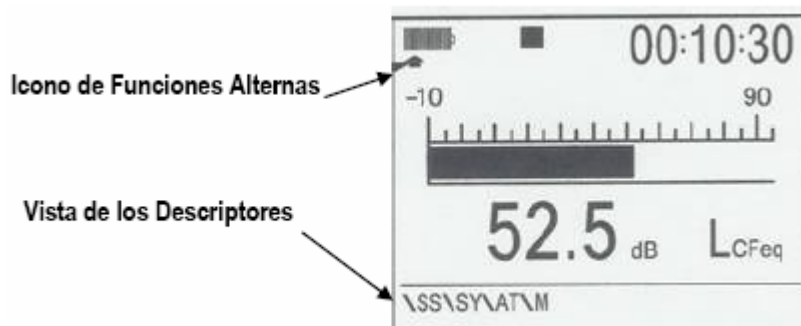
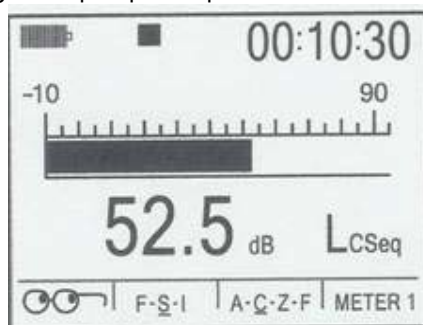

Figura 7-3: Ejemplo de Vista de Descriptores
Figura 7-4: Pantalla de Barra Gráfica Para Banda Ancha
Los programas actuales están subrayados en las etiquetas para los botones en el medio de la pantalla. En la Figura 7-4, por ejemplo, lo establecido en respuesta (Botón F S I) es "S" (lenta) y la ponderación, (el botón A C S F) es 'C'.
- Botón F S I ~ Las opciones de respuesta son: [F] Rápida, [S] Lenta e [I] Impulsivo. En la Figura 7-4, por ejemplo, la respuesta del MEDIDOR 1 es S (lenta)
- Botón A C Z F ~ Las opciones de frecuencia son de acuerdo a su nombre estandarizado para la curva ponderada. En la Figura 7-4, el Medidor 1 está en Ponderación 'C'.
La Figura 7-3 muestra los Descriptores de Vista y el icono de Funciones Alternas para la misma barra de banda ancha que se muestra en la Figura 7-4.
La Figura 7-4 muestra la barra gráfica que aparece para análisis de banda ancha